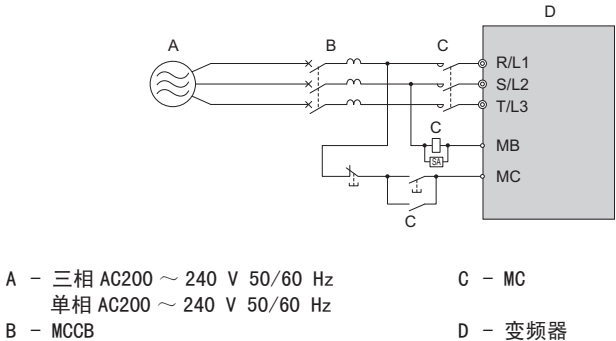
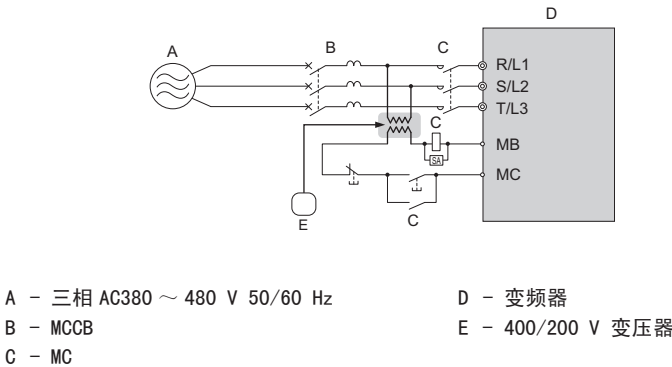

图 8.2 接线用断路器的连接（单相 / 三相 200 V 级）
图 8.3 接线用断路器的连接（三相 400 V 级）
- 由多台变频器或其它机器共同使用 MCCB 时，请如图 8.2、图 8.3 所示，使用 MC 接入在故障输出时关闭电源的顺控器。使用 400V 级电源输入时，请连接 400 / 200 V 的变压器。